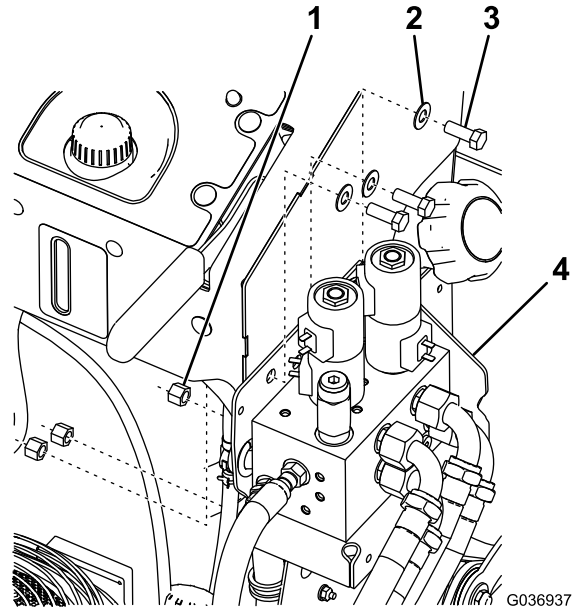

Bild 6
3. Befestigen Sie den Hydraulikverteiler mit drei Sechskantschrauben ($\frac{3}{8}$ "), drei Unterlegscheiben ($\frac{3}{8}$ ") und drei Nylon-Sicherungsmuttern ($\frac{3}{8}$ ") an der Maschine, wie in Bild 6 dargestellt.